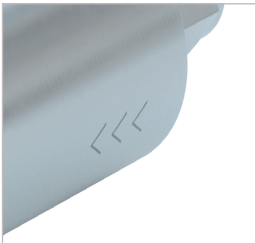

Figure 1
**Attention** : respectez le sens d'écoulement (gravé sur le boîtier du filtre) (*Figure 1*).